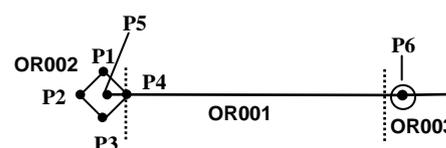

Figura 11
1. se il tronco di fattispecie è delimitato da opere, occorre tracciare la perpendicolare all'asse della fattispecie stessa nel punto in cui la geometria dell'opera interseca l'asse della fattispecie (Figura 11).